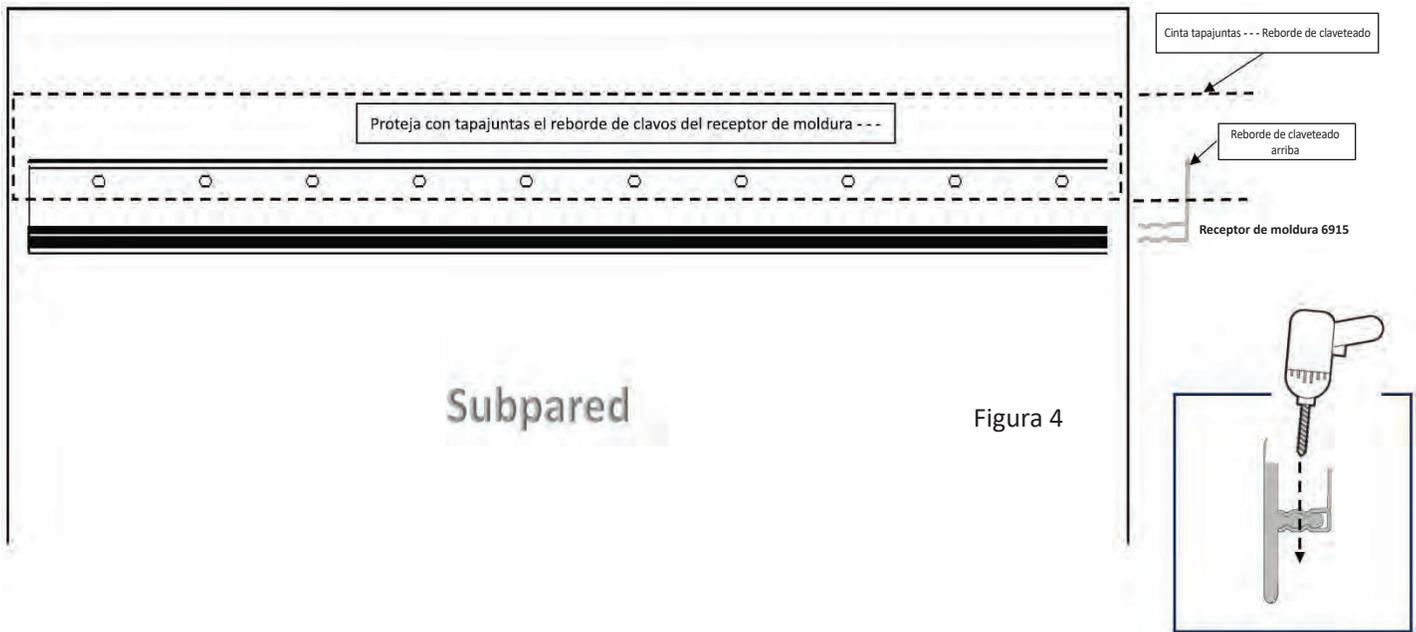
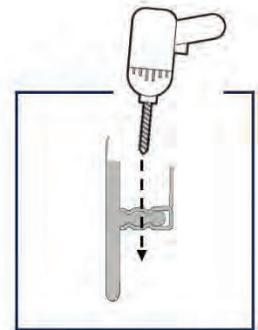

Figura 4
Figura 5
2. Ubique el receptor de moldura 6915 en el punto de transición de la pared con el reborde de clavos hacia arriba, nivelado y fijado (Figura 4).
3. Proteger con tapajuntas a lo largo del reborde de clavos del receptor de moldura para controlar el agua (como lo haría alrededor de puertas y ventanas) (Figura 4). *Para un control adicional del agua, puede agregar orificios de drenaje perforando orificios de 3/16" a 1/8" (4,8 a 3,2 mm) a lo largo del canal interior de la moldura en "T" con una separación de 24" a 36" (60 a 90 cm) (Figura 5).